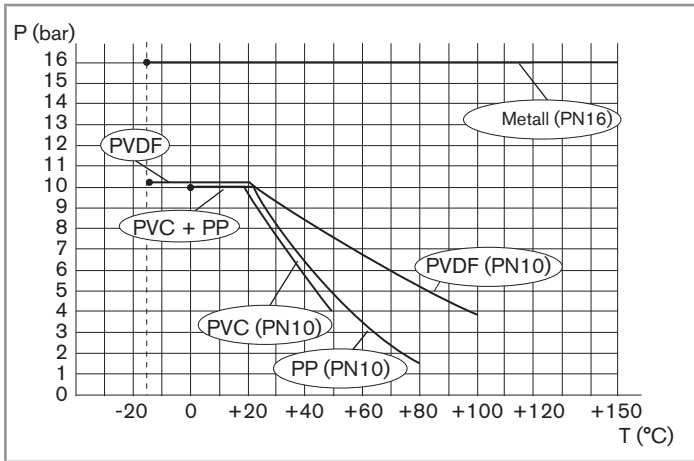

Bild 3: Temperatur-Druck-Abhängigkeitskurven der Flüssigkeit, bei allein verwendeten T-Fittings
- Je nach Art der Werkstoffen des Fittings (siehe Bild 3) und dem verwendeten Messgerät (siehe die entsprechende Bedienungsanleitung) die Temperatur-Druck-Abhängigkeit der Flüssigkeit beachten.